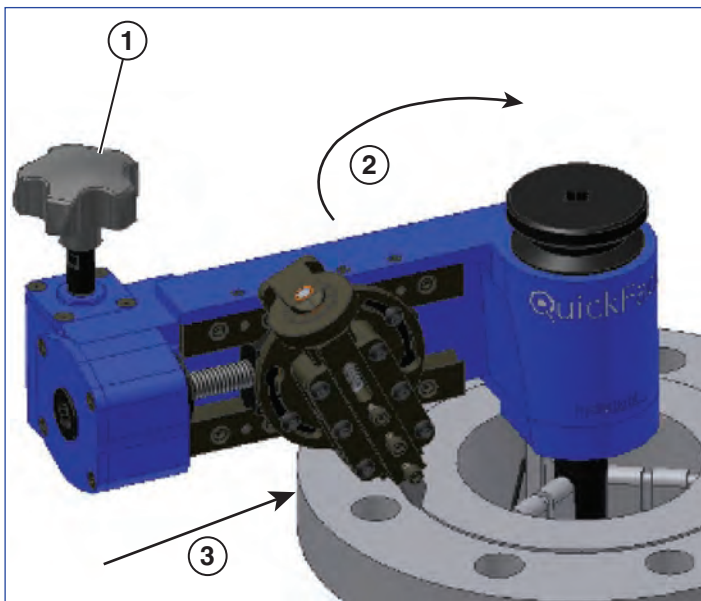

Figura 14
- Agarre la maneta de carga con firmeza en la palma de la mano. Sin dejar de agarrarla con firmeza, tire de la QuickFace alrededor de la pieza de trabajo en sentido horario (véase **Figura 14**). Asegúrese de que no haya ropa suelta u otros obstáculos en el recorrido de corte o en los parámetros de operación de la QuickFace. Si el corte requiere más par del deseado, retraiga la punta de marcaje fuera del corte con la maneta de ajuste de profundidad. **SI NO SE PUEDE TIRAR DE LA MÁQUINA ALREDEDOR DE LA PIEZA DE TRABAJO, DETENGA LA OPERACIÓN Y REAJUSTE LA PROFUNDIDAD DE CORTE.**